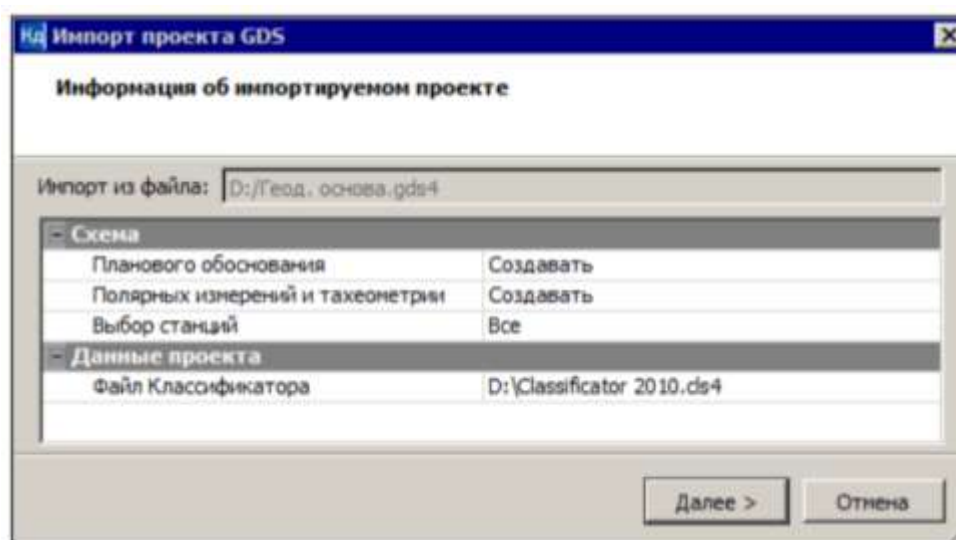

Рисунок 3 – Импорт проекта GDS
- Если система не найдет путь к классификатору КРЕДО ДАТ, об этом появится сообщение. В таком случае закройте данное сообщение кнопкой **ОК** и в диалоге укажите путь к классификатору КРЕДО ДАТ – *Classifier 2010.cls4* (папка **Документация\Материалы упражнений\Кадастр**) (рисунок 3).
- Установите настройки на создание схем (рисунок 3): **Планового обоснования, Полярных измерений и тахеометрии**. Они потребуются в дальнейшей работе для создания схемы геодезических построений и создания части ЗУ. Нажмите кнопку **Далее**.